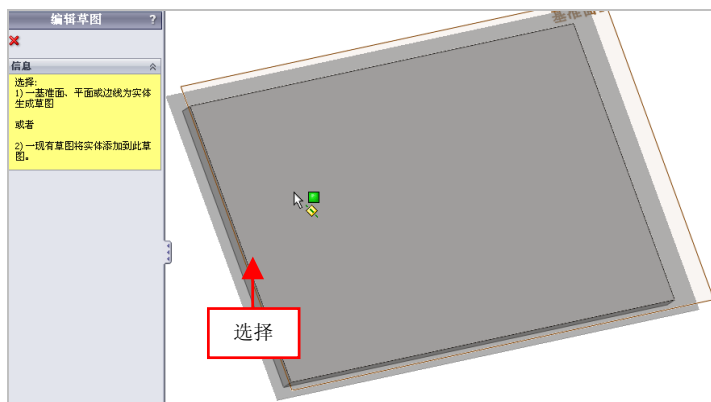

图 16-51 选择草图绘制面
(9) 单击【草图绘制】按钮, 弹出【编辑草图】属性管理器, 选择合适的面为草图绘制面, 如图 16-51 所示。